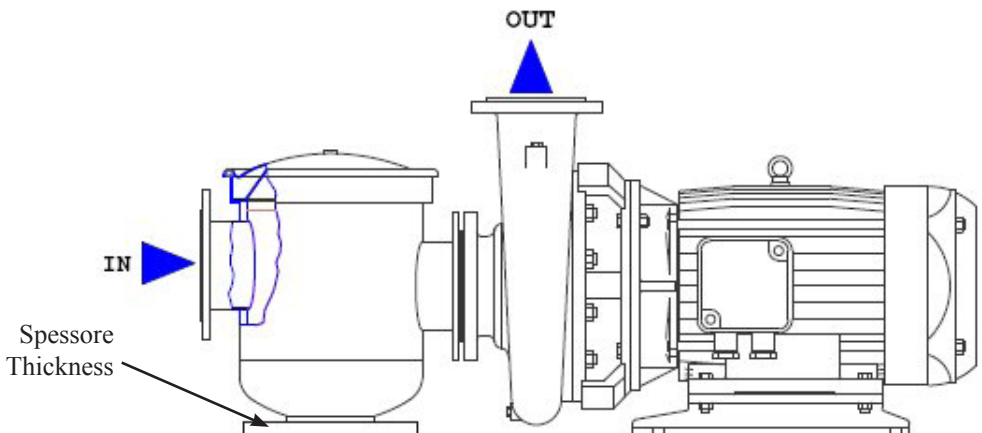

Figura 2.4
4. il prefiltro sia ben allineato con la elettropompa: in caso contrario spessorare adeguatamente il prefiltro o l'elettropompa stessa (figura 2.4).